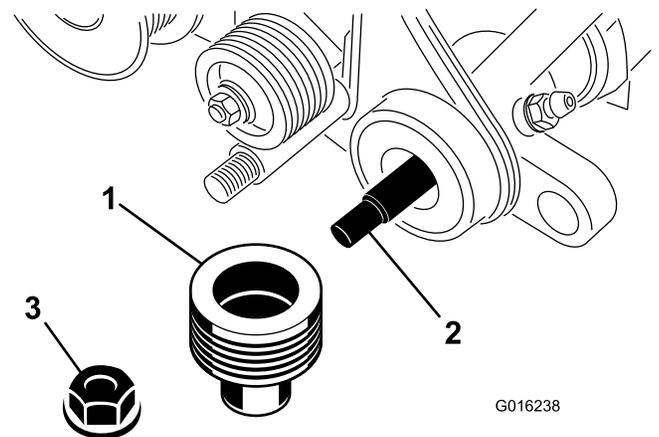

Figure 34
6. Retirez le contre-écrou à embase qui fixe la poulie menée à l'extrémité de l'arbre du groomer (Figure 34). Déposez la poulie.